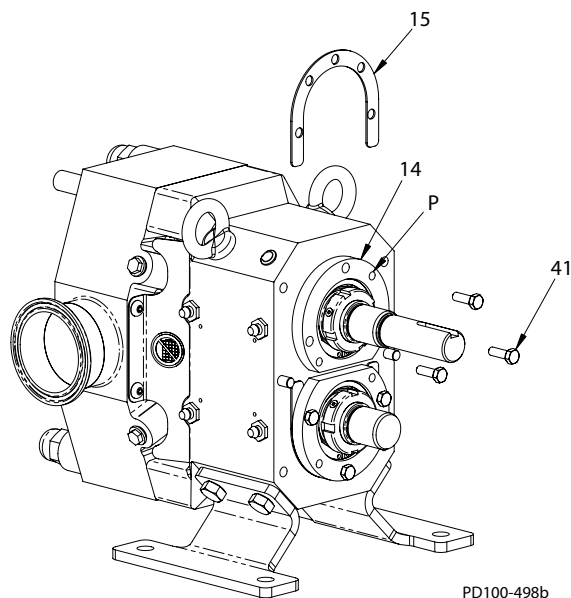

Рисунок 58 - Установите прокладки
3. Выберите сочетание прокладок (Рисунок 58, пункт 15) для того, чтобы достигнуть толщины со значением, наиболее близким к рассчитанной сумме. Не превышайте рассчитанную сумму.
4. Снимите винты корпуса подшипника (Рисунок 58, пункт 41), установите прокладки, выбранные в Шаге 3, и повторно установите винты. Для обеспечения зазора между прокладками переместите вал по направлению к задней стороне путем легкого постукивания ротора мягким молотком или путем установки двух винтов в подъемные отверстия (позиция Р) во фланце корпуса подшипника (позиция 14).